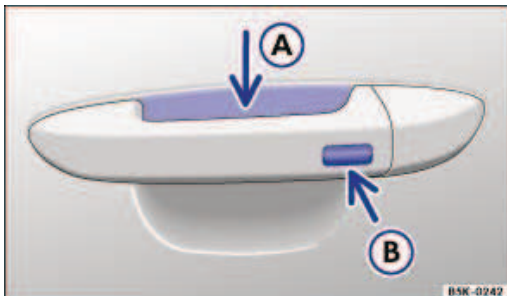

Fig. 61 Dans la poignée de porte : surfaces de détection.
- Touchez la surface de détection → Fig. 61@ intégrée à la face intérieure de la poignée de porte du conducteur ou du passager avant.
- Touchez la surface de détection → Fig. 61@ sur la face extérieure de la poignée de porte du conducteur ou du passager avant.
- Touchez une fois le capteur situé sur la face extérieure de la poignée de porte → Fig. 61@ dans les cinq secondes qui suivent. N'introduisez pas la main dans la poignée de porte.
- Poser un doigt pendant quelques secondes sur la surface de détection → Fig. 61@ de la poignée de la porte du conducteur ou du passager avant jusqu'à ce que les fenêtres et le toit en verre soient fermés.